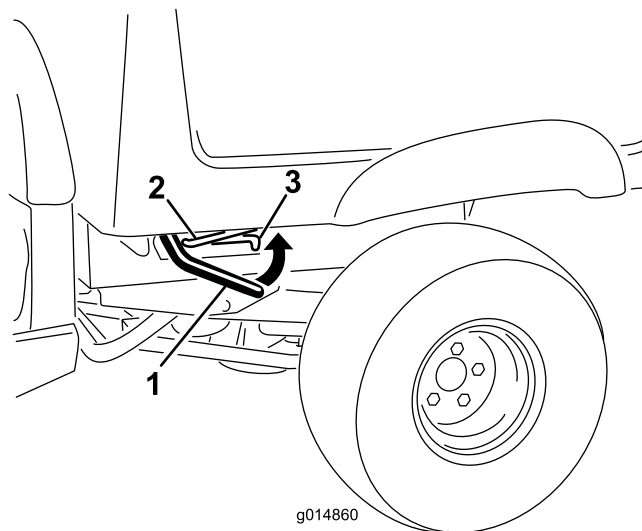

Figura 2
5. Levante la palanca situada en cada lado de la plataforma de carga y eleve la plataforma (Figura 2).